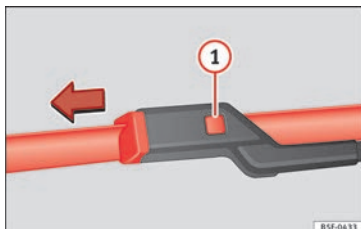

Fig. 80 Substituição das escovas do limpa para-brisas.
- Mantenha pressionado o botão de desbloqueio » **Fig. 80** **1** puxando ligeiramente pela escova no sentido da seta.